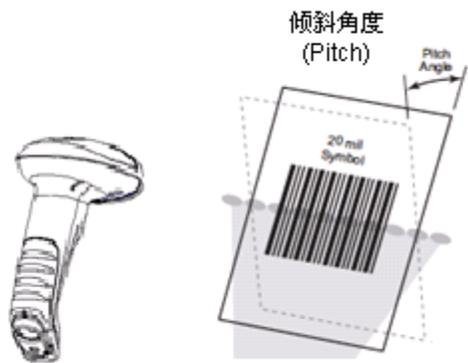

图 1-12
- ◇ 倾斜角度(Pitch)： $\pm 55^\circ$ ；测试条件为 0° 旋转角及 0° 偏转角（见图 1-12）。